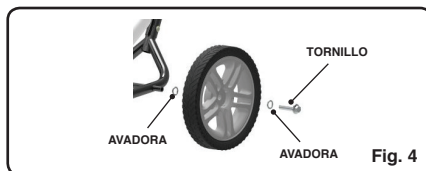

Fig. 4
1. instale las ruedas en el marco utilizando los tornillos hexagonales y las arandelas suministrados. instale una arandela en el interior y otra en el exterior de cada rueda. apriete a un par de 12-18 Nm (9-13 pies-libras) con una llave de 14 mm. (Fig. 4)